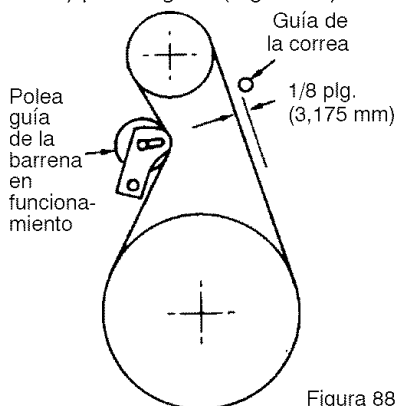

Figura 88
3. Mida la distancia entre la guía de la correa y la correa. La distancia debe ser de 1/8 de pulgada (3,175 mm) para la guía. (Figura 88).